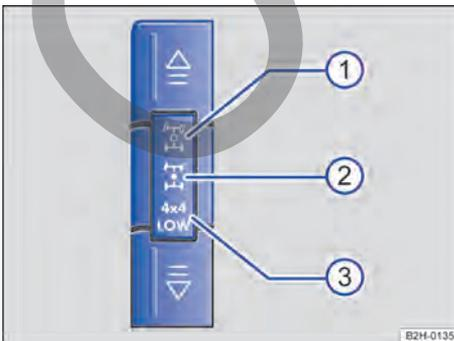

Fig. 98 En la consola central: teclas y símbolos para conectar y desconectar la tracción total.
En los vehículos con tracción total conectable, en el estado inicial siempre está activa la tracción que estaba activa cuando se apagó el motor. La tracción total se conecta manualmente en dos niveles mediante las teclas de la consola central → fig. 98.
Cuando se circule por calzadas secas de piso firme se deberá utilizar la tracción trasera. Cuando la tracción trasera está conectada, se enciende el símbolo → fig. 98  en la consola central.
1. Pulse una vez la tecla . El símbolo  parpadea durante unos segundos en el cuadro de instrumentos. La tracción total (4X4 HIGH) está conectada cuando el símbolo  → fig. 98  permanece encendido en el cuadro de instrumentos y la consola central.
2. Pulse la tecla  con el motor en marcha y la tracción total (4X4 HIGH) conectada. El símbolo  4X4 LOW parpadea durante unos segundos en el cuadro de instrumentos. La tracción total con etapa reductora (4X4 LOW) está conectada cuando el símbolo  4X4 LOW → fig. 98  permanece encendido en el cuadro de instrumentos y la consola central.